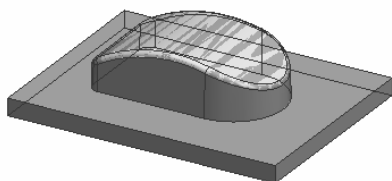

图 5-48 拾取的加工轮廓
1) 完成加工参数设置后,单击“确定”按钮,系统在界面的左下方提示“拾取加工对象”,直接拾取球形曲面的表面,拾取的表面立即变为红色,单击右键结束拾取。系统提示“拾取加工边界”,单击右键即可,如图 5-48 所示。